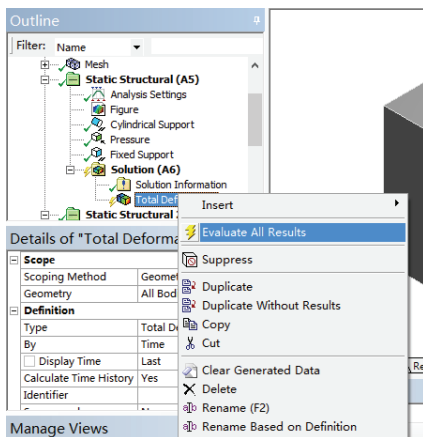
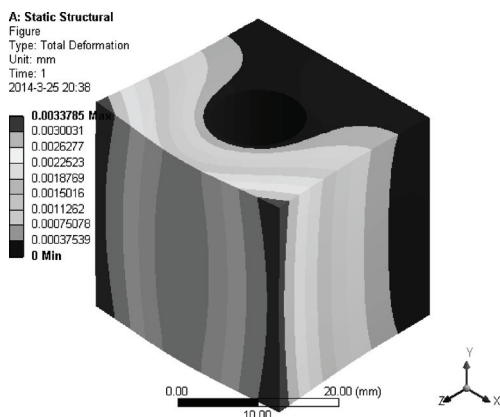

图 6-33 求解变形图
图 6-34 A 项目整体变形的等值线云图
4) 在 Outline 树结构图中的 Total Deformation 上单击右键，在弹出的快捷菜单中选择 Evaluate All Results，如图 6-33 所示，此时进行求解，求解后得到的图形如图 6-34 所示。